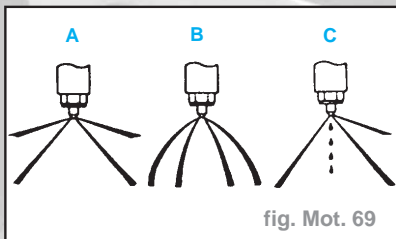

fig. Mot. 69
- Contrôler la forme du cône de carburant atomisé (fig. Mot. 69).
- Contrôler la forme du jet d'injecteur (fig. Mot. 69) :